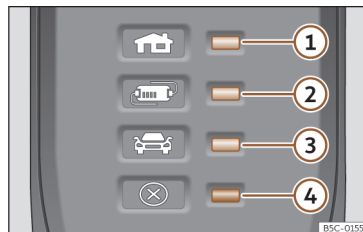

Fig. 62 No cabo de carregamento para tomadas de corrente: Luzes de controlo do dispositivo de proteção.
>>> **Fig. 62:**
>>> Fig. 62 faz com que o conector de carregamento permaneça sem corrente até se ligar na tomada de carregamento do veículo.
Uma ou várias luzes de controlo >>> Fig. 62 ①, ② ou ③ acendem a verde.
Indicação >>> Fig. 62	Significado
①, ④ piscam	O conector para a habitação aqueceu muito.
②, ④ piscam	O dispositivo de proteção foi aquecido muito.
Se o processo de carregamento continuar com uma corrente inferior, além do indicador de funcionamento, pisca a luz de advertência >>> Fig. 62 ④ a vermelho.
- Se voltar a ocorrer um desligamento ou redução da corrente de carregamento e a causa não parece ser a exposição a uma fonte de calor externa, observe que luz de controlo verde pisca >>> Fig. 62. Para a verificação do cabo de carregamento, dirija-se a um concessionário especializado CUPRA ou a qualquer concessionário da rede SEAT. Para a verificação da ligação da infraestrutura, dirija-se a um estabelecimento especializado em instalações elétricas.
Se a luz de advertência ④ vermelha piscar ou acender sem que se acenda por sua vez de forma permanente uma luz de controlo >>> Fig. 62 ①, ② ou ③ o indicador de funcionamento, há uma avaria.